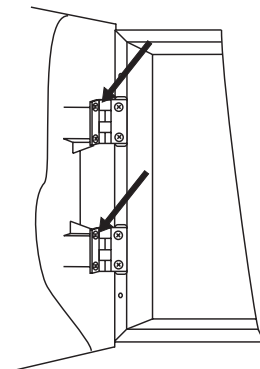

Figura 3
- Remova a tampa frontal primeiro desconectando o cabo plano para indicação do painel. Depois disso, desparafuse os parafusos da dobradiça no lado do painel frontal - Figura 3. (Nota: Você pode desparafusar e os parafusos da dobradiça na lateral da caixa de metal. O especial aqui é a presença de duas almofadas de plástico situadas sob as dobradiças. As almofadas devem ser devolvidas sob as dobradiças ao fechar a tampa frontal.)